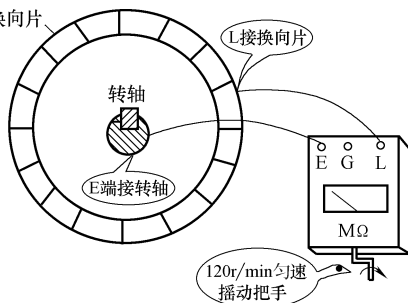

图 4-12 绝缘电阻表检查电枢绕组或换向器接地
1) 绝缘电阻表检查 如图 4-12 所示, 将绝缘电阻表平稳放置, E